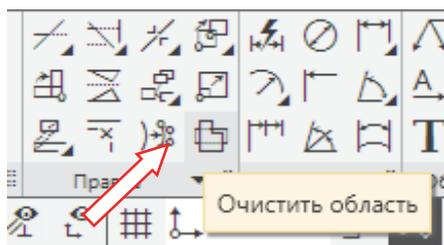

Рис. 2.17-2
1. Вызвать команду **Черчение** → **Правка** → **Очистить область**  (рис. 2.17-2).